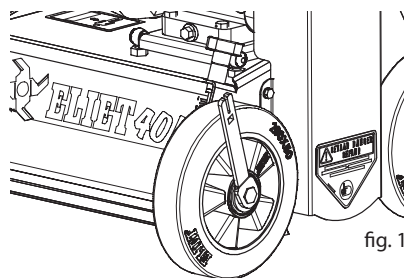

fig. 1
- Draai met de sleutel de bouten van de voorwielen een halve toer los. (fig. 1)